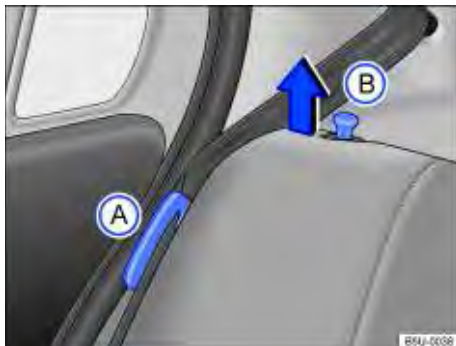
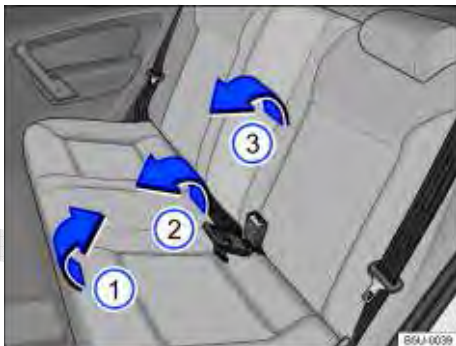

Fig. 77 Banco traseiro: posicionador do cadarço do cinto de segurança (A) e pino de destravamento do encosto (B).
Fig. 78 Banco traseiro: rebater o banco traseiro.
As figuras ⇒ Fig. 77 e ⇒ Fig. 78 ilustram, como exemplo, o procedimento para rebater o banco traseiro do modelo Novo Gol 4 portas. O modelo Novo Gol 2 portas segue o mesmo conceito.
- Para veículos que possuem cintos de segurança com enrolador automático, encaixar os cadarços dos cintos nos respectivos alojamentos no revestimento lateral ⇒ Fig. 77 (A). Para os veículos que possuem cintos de segurança sem enrolador automático, atente para que o cadarço dos cintos não fiquem presos entre o assento do banco e a lateral do veículo.
- Puxar o assento pela parte da frente ⇒ Fig. 78 (1) no sentido da seta, para cima.
- Levantar a parte traseira do assento (2) e deslocar totalmente para a frente, de maneira que o assento fique o mais próximo possível do assoalho e do encosto do banco dianteiro.
- Puxar os pinos de destravamento ⇒ Fig. 77 (B) e, ao mesmo tempo, rebater parcialmente o encosto do banco ⇒ Fig. 78 (3) e remover os apoios para cabeça ⇒ Página 69. Abaixar totalmente o encosto do banco traseiro.
- Encaixar os cadarços dos cintos de segurança nos respectivos posicionadores ⇒ **Fig. 77 (A)**.
- Levantar os pinos **(B)** e, ao mesmo tempo, rebater parcialmente o encosto do banco traseiro ⇒ **Fig. 78 (3)**.